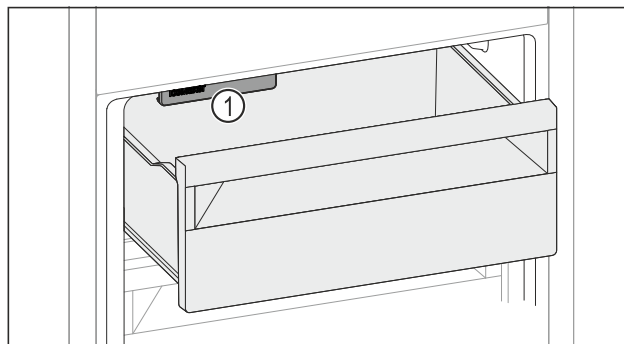

Fig. 205
- ▶ Dávejte pozor na IceMaker Fig. 205 (1).